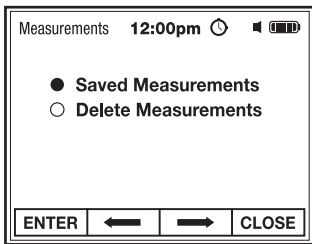

Fig. 17
1. Utilice los botones de función para acceder a las mediciones guardadas (Fig. 17).
1. Utilice los botones de función para seleccionar e INGRESAR Mediciones Borradas (Fig 17).